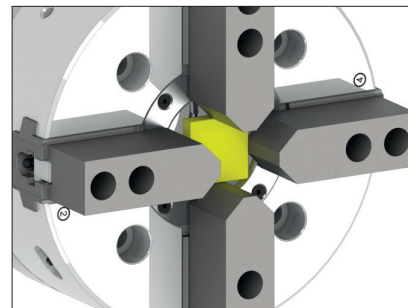

Abb. 2
1. Ein quadratisches Vierkantmaterial [Abb. 1] mittels weicher Backen spannen, siehe Abb. 2.